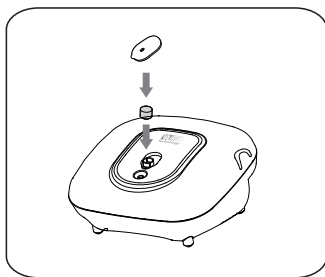

Figura 4: Recambio de filtro de aire
3. Finalmente, colocar firmemente la tapa del filtro de aire a la unidad. Ver Figura 4.